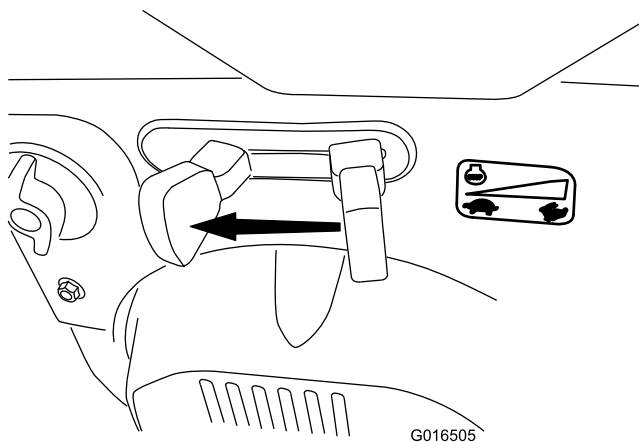

Рисунок 30
1. Для останова двигателя переведите рычаг дроссельной заслонки в положение МЕДЛЕННО, а затем в положение ОСТАНОВ (Рисунок 30). Двигатель также можно остановить, переместив ключ зажигания наружу, в среднее положение.